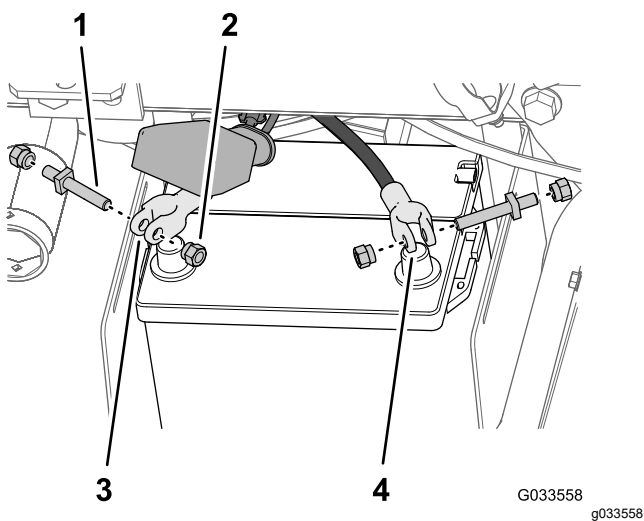

図 28
5. バッテリーの両ケーブルのクランプに、端子ボルトとクランプナットを仮組みする図 28。